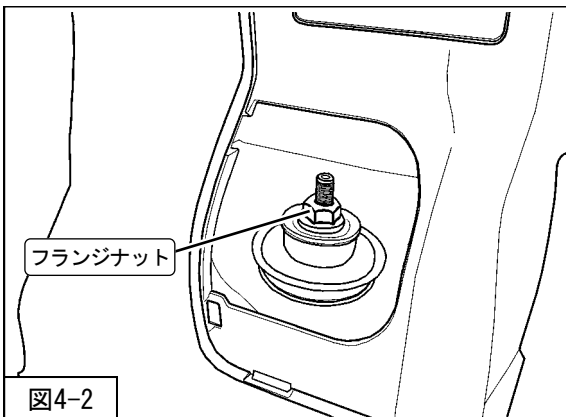

図4-2
3. プレート・フランジナット（締付トルク：28N・m）を使用して、リアショックアブソーバASSYを車両に取付けてください。（図4-2）